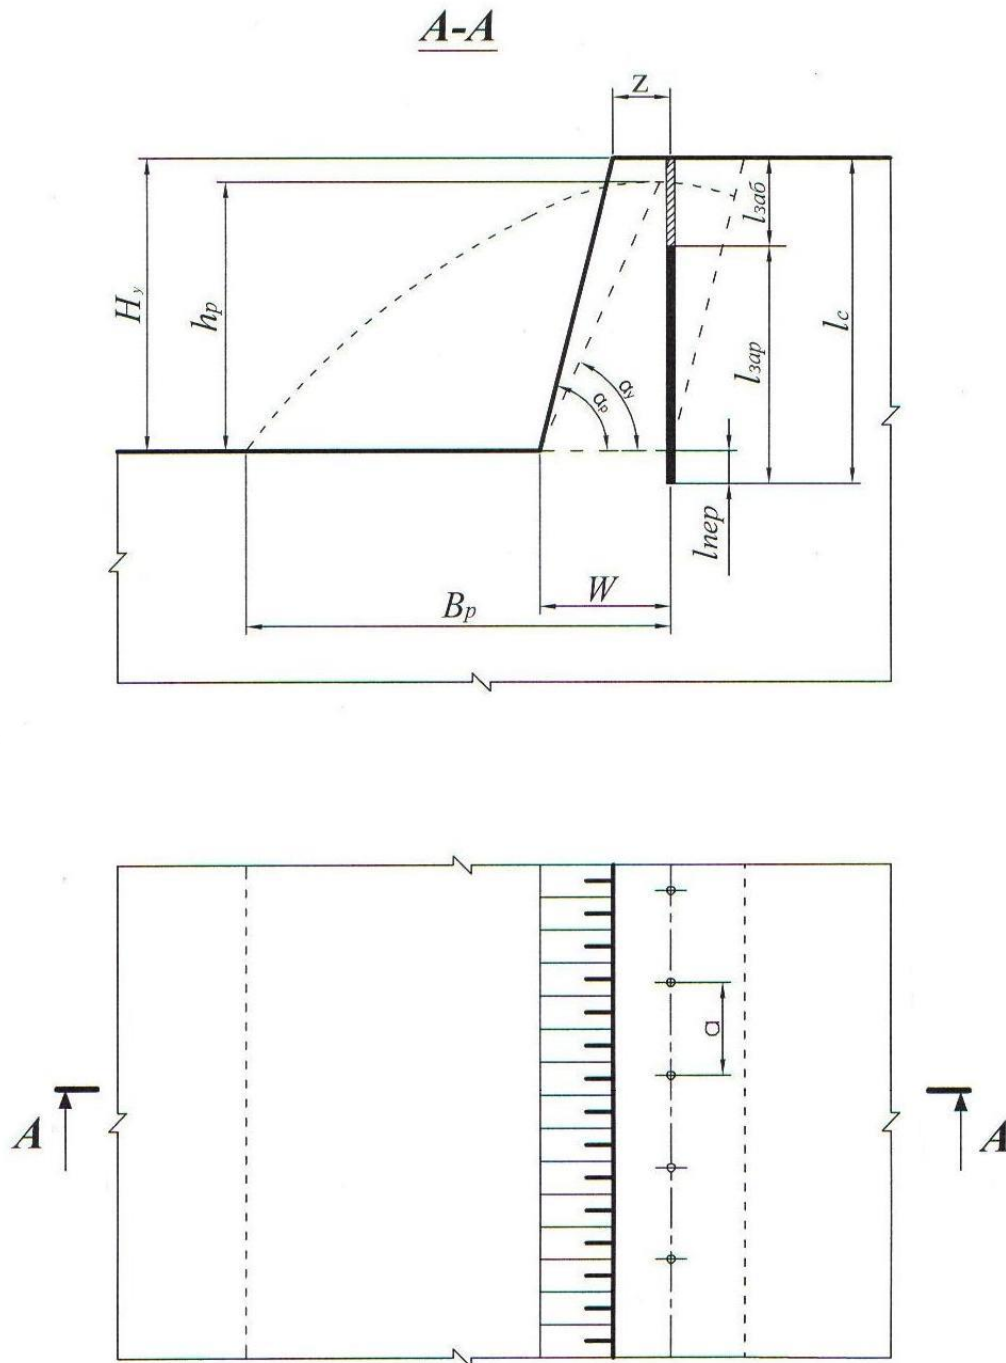

Рис. 4.1. Расположение скважин на уступе
4.2.2.4. Принимается (задается) тип взрывчатого вещества (ВВ) (прил. 4) и конструкция скважины (заряда) – сплошной вертикальный заряд (рис. 4.1).
4.2.3. На миллиметровой бумаге вычертить буровую заходку (план и разрез), взрывные скважины и развал породы (на разрезе) с указанием всех необходимых размеров (см. рис. 4.1).